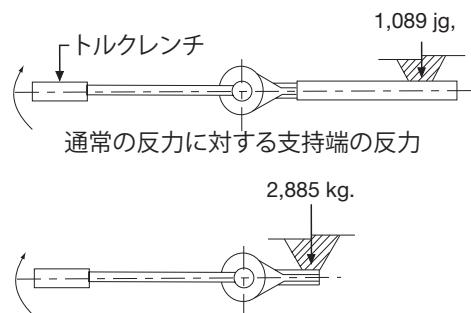

図5 - マルチプライヤーに近いほど反力は大きい
- トルクレンチを使用して締め付ける操作:適切な必要入力トルクは、ツール上のトルクデータプレートを参照するか、セクション4.0の仕様表を参照して決定してください。出力トルクの精度が必要な場合は、トルクマルチプライヤーと高精度度のトルクレンチを連結する必要があります。目的の入力トルクが得られるまで、トルクレンチにトルクを付加します(図5)。